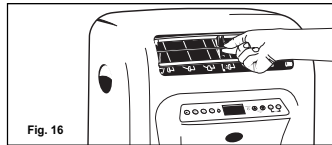

Fig. 16
- 4) Press the **FAN** key **Fig F (1)** to select the desired fan speed setting (**Auto-Low-Med-High**). Your selection will appear in the **display window** (each depression of the fan key will advance to a different setting).
- 5) Press the **SWING** key **Fig F (2)** to activate the automatic air swing (oscillating) feature and the swing symbol will appear in the display window. **Fig G**. To deactivate the air swing feature, press the **SWING** key again.
- 6) The horizontal louvers open and close automatically when the unit is switched on and off. To adjust "air flow" direction, (up / down only) adjust the center louver only up or down **Fig 16**.
- Appuyer sur la touche **VENTILATEUR Fig F (1)** pour choisir le réglage de la vitesse désirée du ventilateur (**Auto – Basse – Moyenne – Haute**). Votre sélection apparaîtra sur l'affichage (chaque dépression de la touche du ventilateur avancera l'affichage au prochain réglage).
- Appuyer sur la touche **OSCILLATION Fig F (2)** pour activer la fonction d'oscillation de l'air, le symbole d'oscillation apparaîtra sur l'affichage **Fig G**. Pour désactiver la fonction d'oscillation d'air, appuyer sur la touche **OSCILLATION** de nouveau.
- Les lamelles horizontales de la grille s'ouvrent et se ferment automatiquement quand l'unité est mise en service et hors de service. Pour régler la direction du débit d'air (haut / bas seulement), régler les lamelles du centre vers le haut ou le bas seulement. Fig 16.